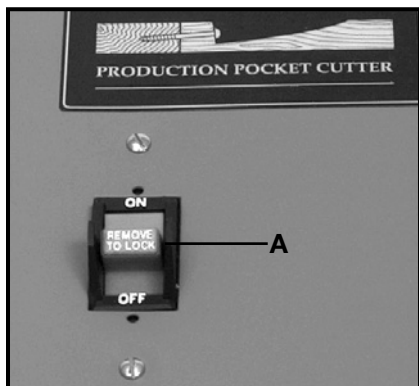

Fig. 16
2. Mettez l'interrupteur (A) Fig. 16 en position de marche pour mettre les moteurs en marche.